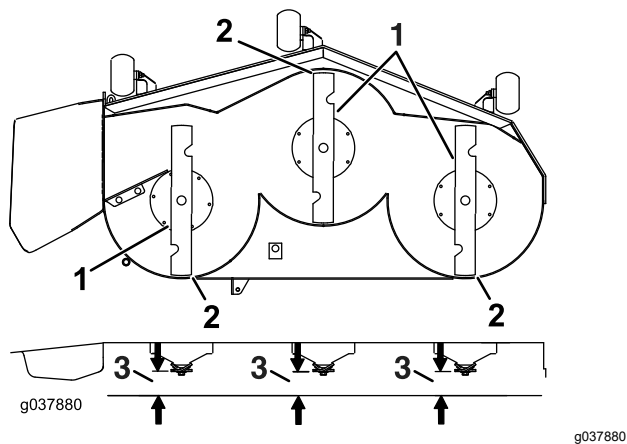

Figure 91
7. Vérifiez l'inclinaison avant/arrière des lames (Figure 91). Vérifiez que la pointe avant de la lame est plus basse que la pointe arrière, comme montré dans le tableau de hauteur de cales et d'inclinaison. Si un réglage est nécessaire, poursuivez cette procédure.